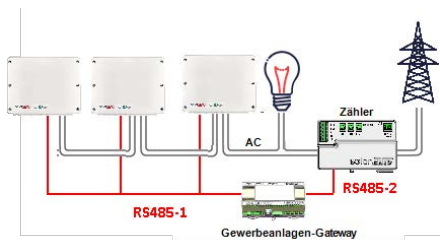

Abbildung 6: Anschluss mehrerer Wechselrichter an ein Gewerbeanlagen-Gateway und einen Zähler
- Der Zähler wird an einem der RS485-Anschlüsse eines Gewerbeanlagen-Gateways angeschlossen. Der zweite RS485-Anschluss des Gewerbeanlagen-Gateways dient zur Herstellung einer RS485-Busleitung für die Kommunikation zwischen den Wechselrichtern. Diese Option ist in *Abbildung 6* dargestellt.